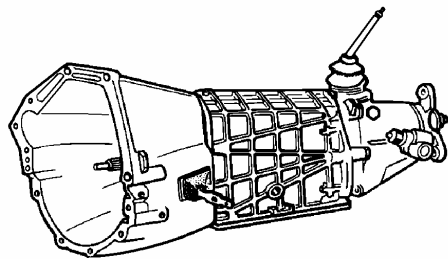

Рис.1. КП 2101-1700010, 2103-1700010,
- запрессовать наружные кольца подшипников 10, рис.1, дифференциала в картер 1 сцепления и в картер 33 коробки передач (оправка 67.7853-9575, молоток);
- снять картер 33, рис.1, коробки передач, извлечь дифференциал 13 (головка сменная 13, гайковерт типа ИП-3111);
Общий вид КП задне- и полноприводных а/м ВАЗ приведен на рис.1...4.